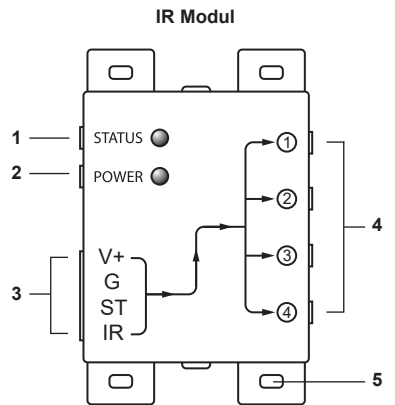

Abbildung 1
2. Stecken Sie die benötigten IR Verlängerungskabel (mit den 2 IR LED) in das IR Modul (Abbildung 1 Nr. 4). Zu den IR LED ist eine selbstklebende Folie mitgeliefert. Hiermit können Sie die IR LED an das IR Fenster Ihres A/V Geräts befestigen. Achtung: dies erfordert große Genauigkeit. Testen Sie zunächst die Position und den Betrieb der IR LED, bevor Sie diese definitiv an das IR Fenster Ihres A/V Geräts festkleben.